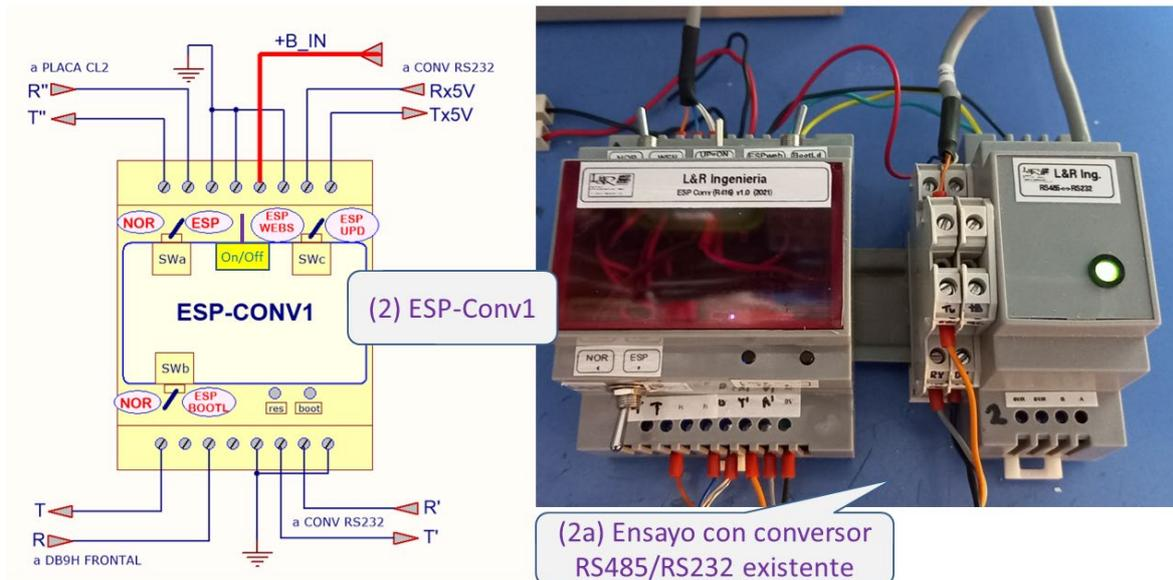

Figura 6 – Vista interruptores ESP/Conv1 – Gabinete DIN R416 en PWRC2 INTI
**3.3 Conexionado e Interruptores del ESP-Conv1 en los PWRC2:** El diagrama de la figura 6 (izquierda) muestra la distribución